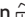

Abb. 48 Hintertür: Kindersicherung ein- / ausschalten
- Zum **Einschalten** die Sicherung mit dem Fahrzeugschlüssel in die Position  drehen » **Abb. 48**.